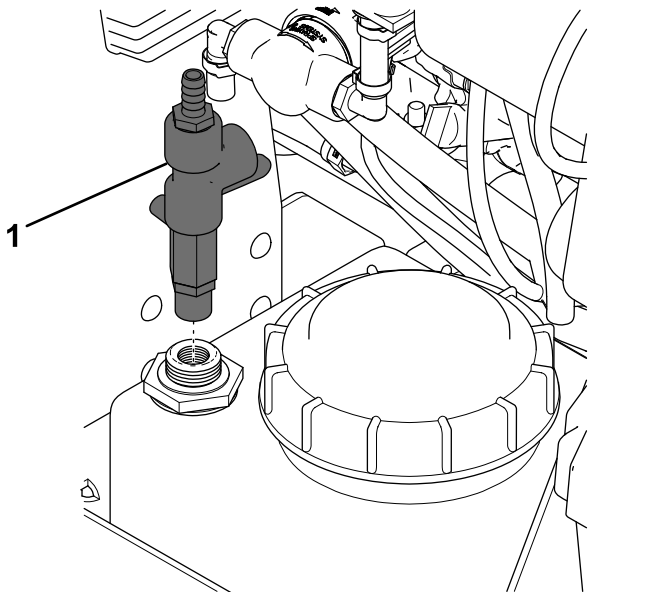

Figura 8
3. Aplique fijador de roscas al extremo de la válvula de la bomba y sujétela al depósito principal (Figura 8).